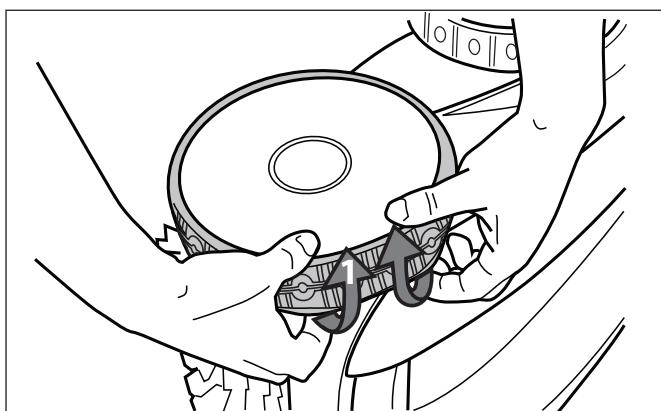

Figura 33. Tire del neumático viejo para quitarlo de la rueda
1. Tire del interior del neumático viejo para sacar el borde del neumático de la rueda (Figura 33).